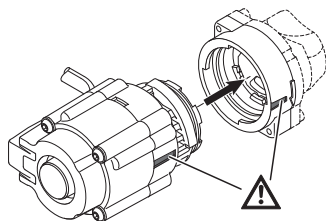

Fig. 14: Heatfixx-Pumpe auf Pumpenadapter aufstecken
- Schutzkappe am Pumpenadapter entfernen. Anschließend die dezentrale Pumpe auf den Pumpenadapter aufstecken (Fig. 14).